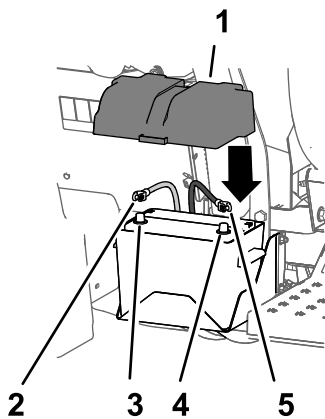

Figura 39
1. Conecte el cable positivo de la batería al borne positivo de la batería (Figura 39).
- Conecte el cable negativo de la batería al borne negativo de la batería (Figura 39).
- Alinee la tapa de la batería con la caja de la batería y sujete la tapa con la correa (Figura 39).